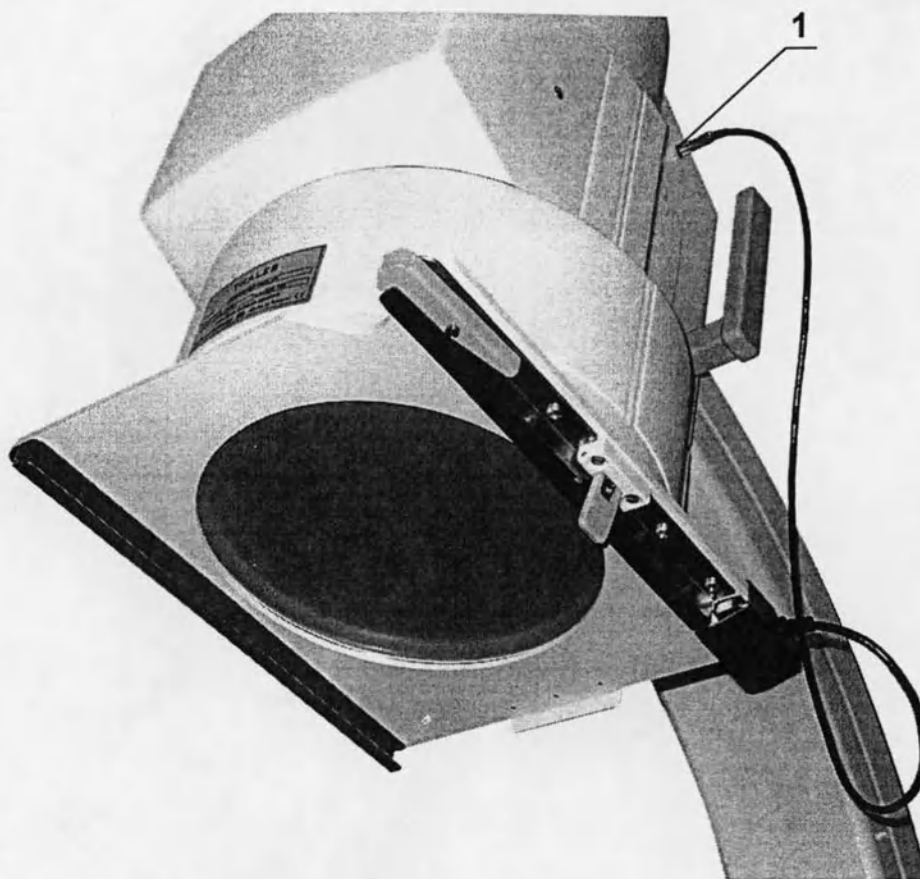

Рис. 2.22. Установленный кассетодержатель.
- **Вставьте штекер** шнура кассетодержателя (рис.2.22, поз.1) в гнездо на корпусе электронно-оптического блока.